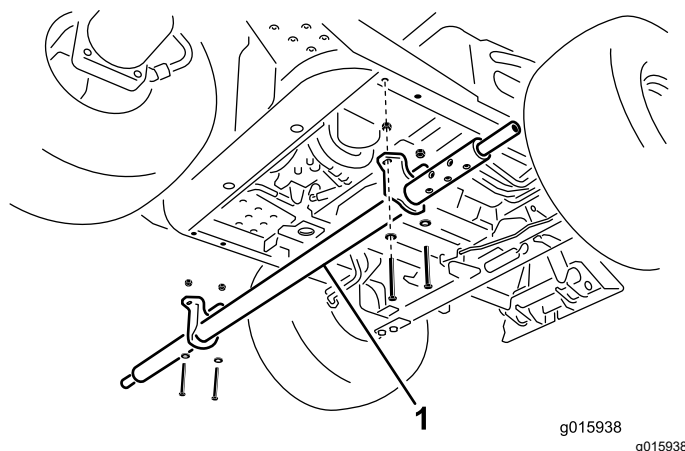

Bild 4
2. Befestigen Sie die Befestigungshalterungen des Querrohrs mit 4 Schrauben (3/8" x 3"), 4 Flachscheiben und 4 Sicherungsmuttern (3/8") an den Rahmenrohren; siehe Bild 4.
1. Schieben Sie das Querrohr von der linken Seite unter die Maschine und fluchten Sie die Löcher der Befestigungshalterung mit den Löchern in jedem Rahmenrohr aus (Bild 4).